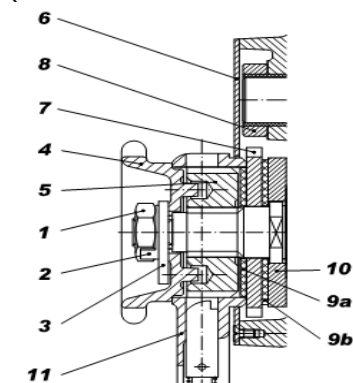

Рис. 8 Монтаж тормоза.
Ослабьте шайбы (2) и снимите гайку (1). Снимите шайбу (2) и упор (3), ручное колесо (4), колесо (5) и ручной рычаг (11). Снимите кожух (6) и тормозной вкладыш (9а), рогатку (7), и тормозной вкладыш (9б) и шайбу (10). Смонтируйте. (рис. 8)
Снимите гайку (1) снимите и поверните упор (3) чтобы между зубом (2А или 2В) был угол 50 градусов. В случае не возможности достичь требуемого, рис. 8. Регулировка тормоза снимите ручное колесо (4), затем поверните таким образом, чтобы между упором (3) и зубом (2А или 2В) был требуемый угол. Проведите испытание тормоза.
3. Проверьте тормозные колодки, собачку и рогатку, (детали 9а, 9в, 7 и 10 на рис. 8), очистите.